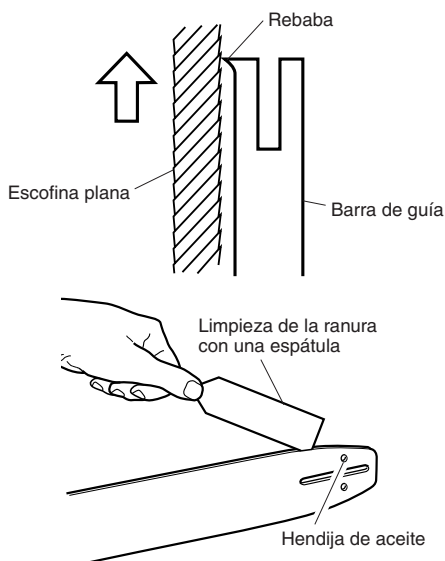

Figura 21 - Mantenimiento de la barra de guía
2. Retire el polvo y la tierra de la ranura de la barra de guía en forma periódica. Para ello, utilice una espátula o un alambre (vea la Figura 21).